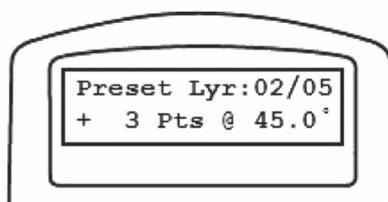

Рис. 34
2. Пульт управления предложит произвести редактирование предварительной настройки уровней. Для перехода к редактированию, нажмите клавишу «1». На ЖК-экране пульта управления отобразятся существующие предварительно настроенные уровни. В верхней строке экрана отображается текущий уровень и общее количество используемых уровней. На второй строке отображается количество кадров, получаемых для одного полного оборота монтировки на угол 360 ° на текущей высоте. В примере, показанном на **рис. 34**, текущий уровень 2, общее количество уровней 5, и монтировка получает 3 кадра на высоте 45 ° выше начального положения. Для просмотра параметров каждого уровня, воспользуйтесь клавишами прокрутки. Для корректировки параметров каждого уровня, нажмите клавишу «ENTER».